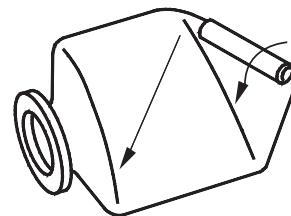

Figure 21 – Enroulement en diagonale vers l'ouverture
- b. Pour obtenir l'enroulement le plus serré possible, commencer à partir d'un des côtés du sommet et enrouler diagonalement la vessie DE MANIÈRE SERRÉE jusqu'à l'autre extrémité (voir Figure 21). Pour expulser autant d'air que possible, rouler la vessie dans la direction de son ouverture.